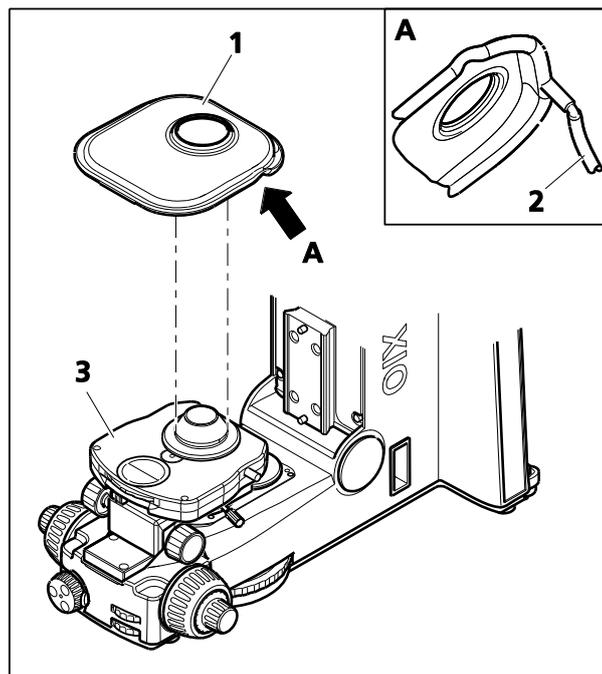

图 3-42 安装溶液止挡
- 将排液管 (图 3-42/2) 连接到溶液止挡 (图 3-42/1)。
- 小心地将溶液止挡 (图 3-42/1) 放到聚光镜 (图 3-42/3) 上。边缘必须卡入聚光镜的插槽中。
- 将排液管 (图 3-42/2) 连接到相应的器皿 (盘子等)。